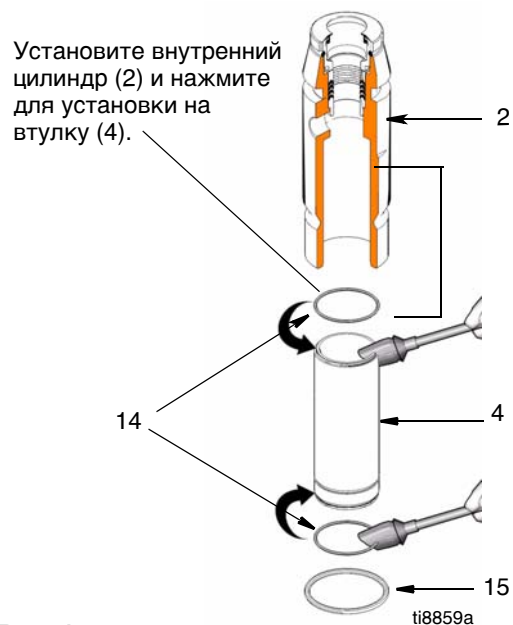

Рис. 14
12. (Рис. 14) Установите уплотнительные кольца круглого сечения (14) внутрь цилиндра (2) и на втулку (4). Сдвиньте втулку (4) в нижнюю часть цилиндра (2). При необходимости, замените уплотнительное кольцо круглого сечения (15).